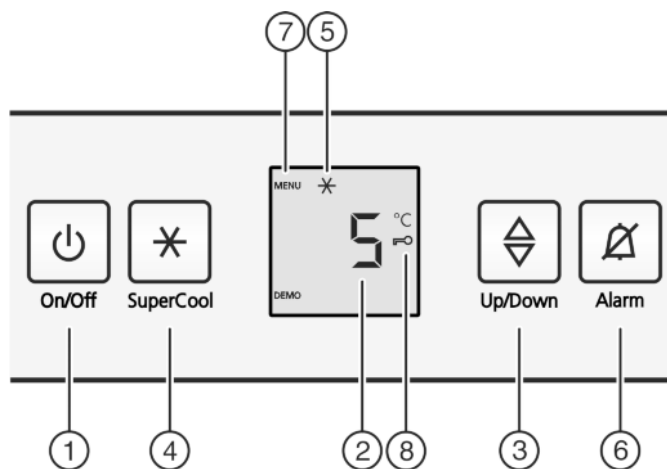

Fig. 2
- ▶ Натиснете бутона On/Off Fig. 2 (1).
- ▶ Натиснете бутона SuperCool Fig. 2 (4) за ок. 5 секунди.
- ▷ На индикатора се показва символът Меню Fig. 2 (7)
- ▶ Потвърдете чрез кратко натискане на бутона SuperCool Fig. 2 (4).
- ▷ Символът Защита от деца Fig. 2 (8) светва на индикатора.
- ▶ Натиснете за кратко бутона On/Off Fig. 2 (1).
- ▶ Натиснете бутона Аларма Fig. 2 (6).
- ▶ Извикване на температурната функция: Натиснете бутона за настройка Fig. 2 (3).
- ▶ Промяна на температурата на стъпки 1 °C : Натискайте бутона за настройка Fig. 2 (3) дотогава, докато на температурния индикатор не светне желаната температура.
- ▶ Натиснете за кратко бутона SuperCool Fig. 2 (4).
- ▷ Символът SuperCool Fig. 2 (5) светва на индикатора.
- ▷ Символът SuperCool Fig. 2 (5) угасва на индикатора.